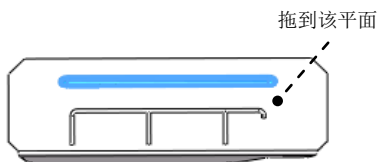

图 13.2.44 成形特征 2
Step7. 创建图 13.2.44 所示的成形特征 2。
(1) 单击任务窗格中的“设计库”按钮, 打开设计库对话框。
(2) 单击“设计库”对话框中的 ch13 节点, 在“设计库”下部的列表框中选择“file_shaped_tool_02”文件并拖动到图 13.2.44 所示的平面, 在系统弹出的“成形工具特征”对话框中单击 按钮。